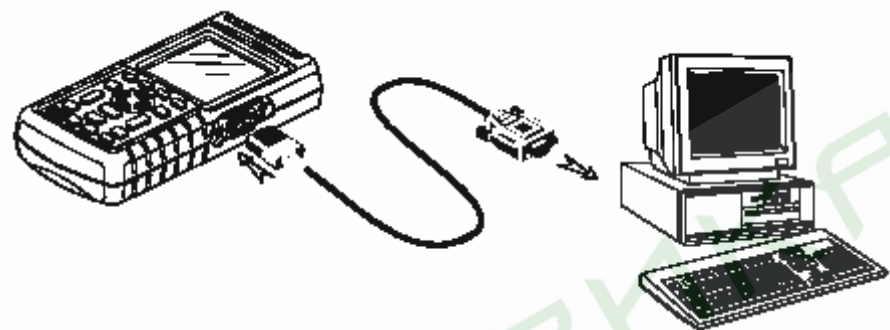

Рисунок 1-24. Подключение к компьютеру
- ◆ Используйте оптически изолированный переходник/кабель RS-232 (PM9080) для подключения компьютера через оптический порт измерителя. См. рисунок 1-24.